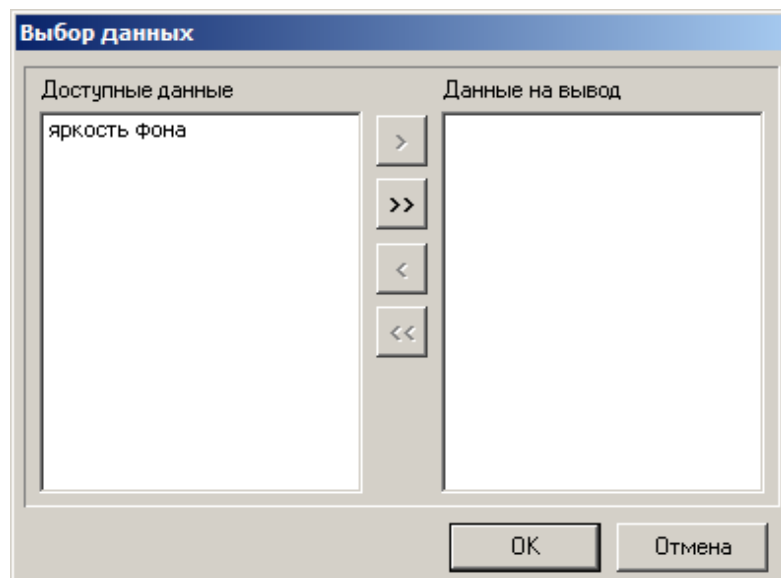

Рисунок 3.13 – Окно выбора данных.
- Кнопка «Выбор данных» позволяет выбрать датчик яркости фона, данные от которого будут выводиться. При нажатии на данную кнопку появится окно «Выбор данных» (рисунок 3.13), в левой части которого находится перечень датчиков, от которых поступает информация за указанный период, а в правой - данные для вывода. Стрелочки позволяют перемещать имена между перечнями. Нажатие кнопки «ОК» приведет к принятию нового перечня данных на вывод и закрытию окна выбора данных. Нажатие кнопки «Отмена» приведет к отмене сделанных в окне изменений и закрытию окна выбора данных.